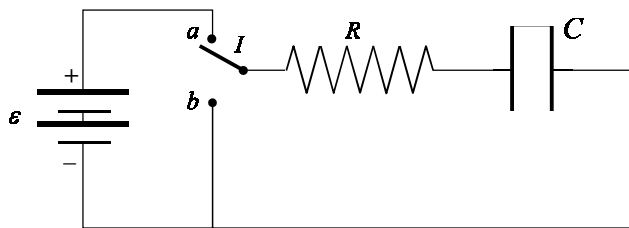

Figura 1
Cuando una fuente de voltaje constante (DC) se conecta a un condensador el cual se halla inicialmente descargado (figura 1), la proporción con la cual el condensador se carga disminuye con el paso del tiempo.